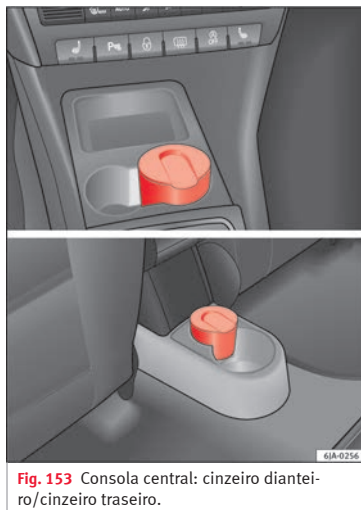

Fig. 153 Consola central: cinzeiro dianteiro/cinzeiro traseiro.
- O cinzeiro » **Fig. 153** retira-se puxando-o para cima.